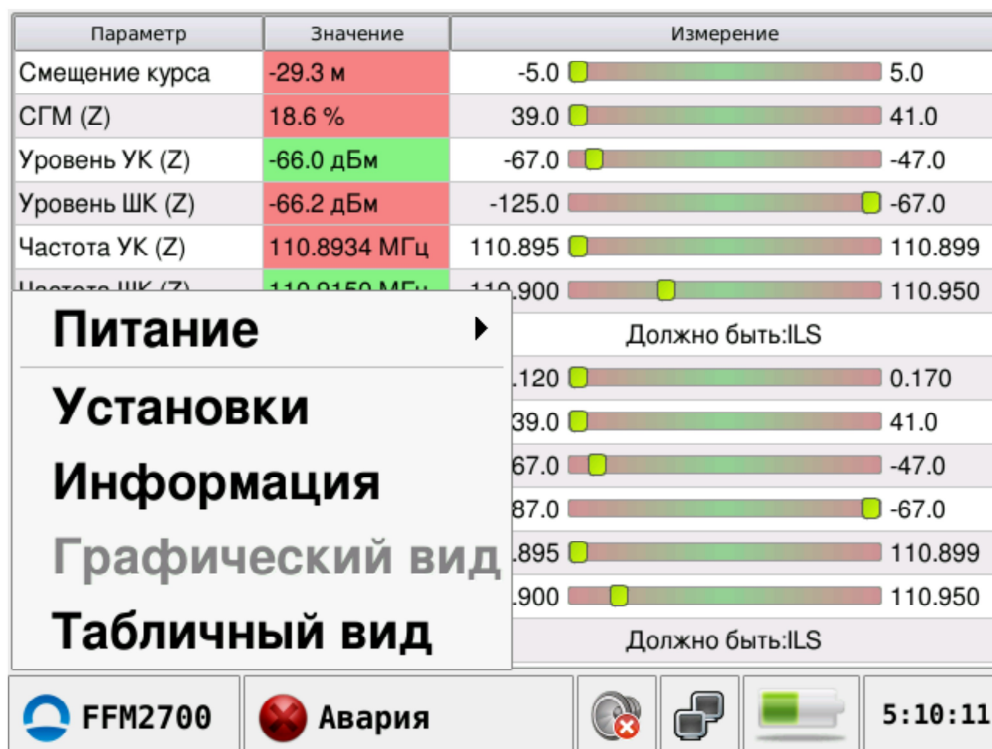
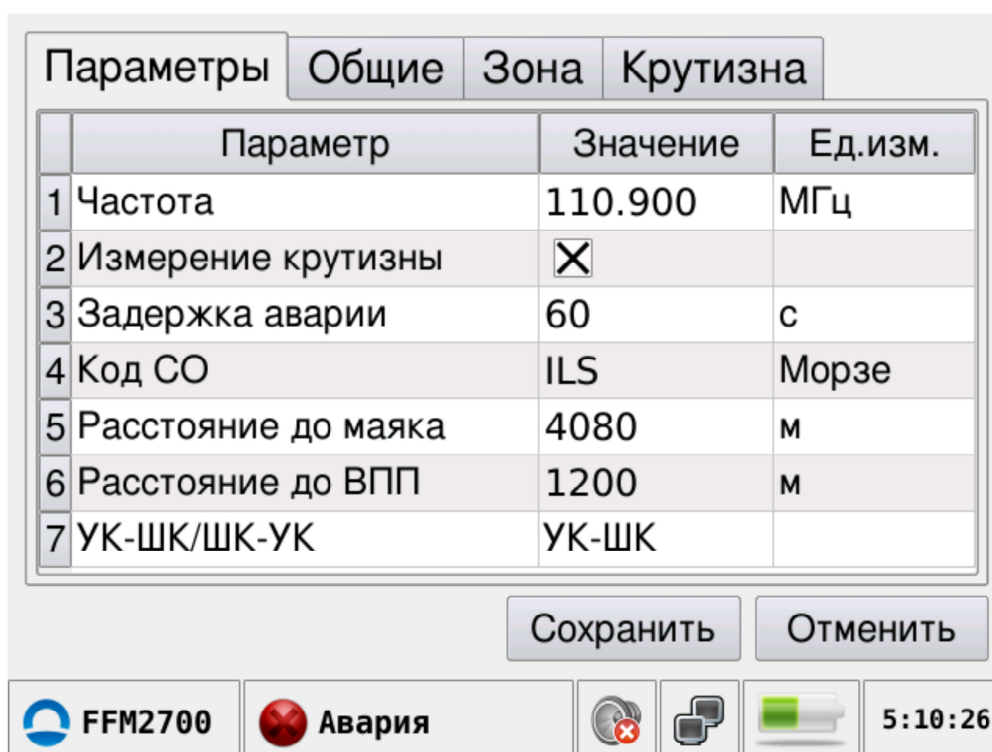
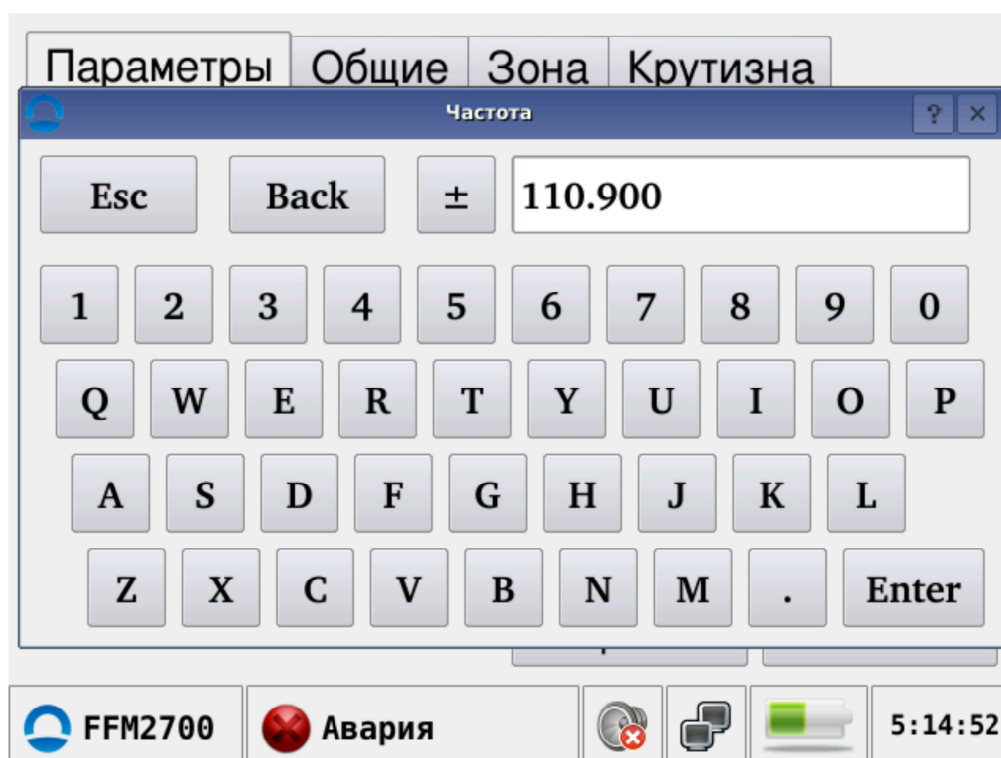

Рисунок 2.2 – Главное меню
Рисунок 2.3 – Установка основных параметров прибора FFM
Рисунок 2.4 – Виртуальная клавиатура
2.4.1 Необходимо нажать на строку «Установки» главного меню (рисунок 2.2), перейти на закладку «Параметры» (рисунок 2.3), нажать на число, указывающее радиочастоту принимаемого сигнала и ввести необходимое значение с помощью виртуальной клавиатуры (рисунок 2.4). Аналогично ввести необходимый код СО. С помощью появившейся цифровой и буквенной клавиатуры, набрать нужную частоту узкого канала курсового радиомаяка с учетом его смещения относительно центральной частоты рабочего канала и нужный код СО и нажать Enter.
2.4.2 Если аппаратура FFM устанавливается с одной контрольной антенной, то необходимо отключить «Измерения крутизны» (рисунок 2.3).